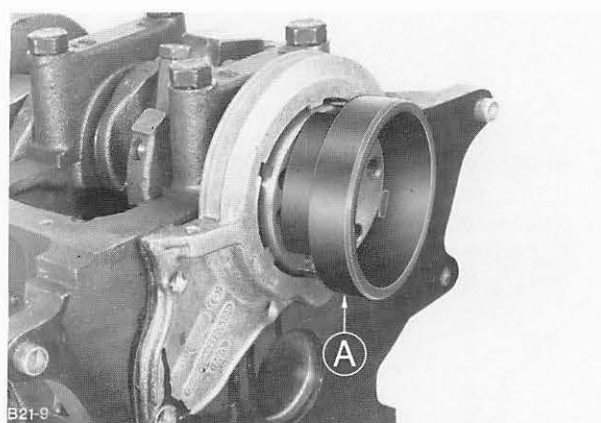

Abb. 62 Hinteren Dichtringträger mit Spezialwerkzeug 21-029 montieren
46. Dichtringträger hinten mit neuem Radialdichtring (Dichtlippe leicht eingeölt) mittels Spezialwerkzeug 21-029 zentrieren, Abb. 62. Dichtringträger mit vorgeschriebenem Drehmoment festdrehen.